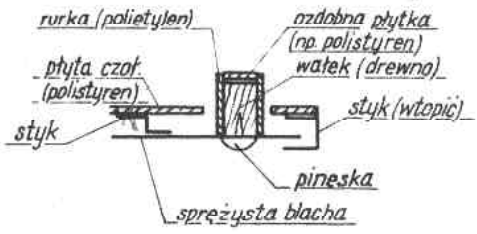

Rys. 6.
Przełącznik (K) wykonamy wg rys. 3—7 lub 11. Rysunki 3, 4, 5 przedstawiają konstrukcję mechanizmu zapadkowego. Rys. 6 i 7 przedstawiają różne warianty wykonania styków. Elementy mechaniczne można wykonać z blachy stalowej z puszek. Sprężyny na trzpieniach wykonamy z drutu stalowego, np. z cienkich strun skrępcowych. Sprężynki dociskające zapadkę wykonamy ze sprężyny od zegarka i przylutujemy pod spodem mechanizmu. Na trzpieniach umocujemy klawisze o dowolnym kształcie, np. sklejęne z płytek polistyrenowych. Styki najlepiej wykorzystać gotowe ze starych przełączników lub przekaźników. Umocować je można przez wtopienie w klocek polistyrenowy. Szczegóły pozostawiamy inwencji wykonawców. Rys. 8 przedstawia przykładowe wykonanie przycisku S.